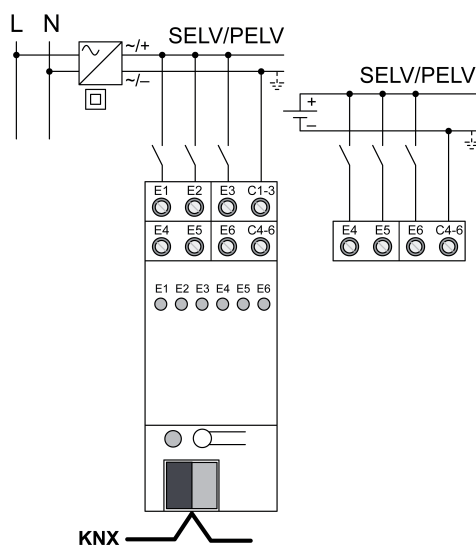

Figura 3: Collegamento dei circuiti SELV/PELV
- Collegare i circuiti SELV/PELV come indicato nell'esempio di collegamento (figura 3) collegare. Rispettare la polarità.